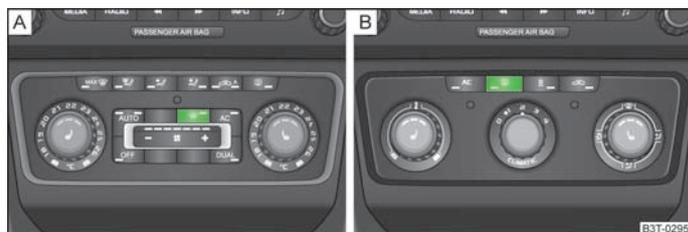

Fig. 45 Interruttore riscaldamento parabrezza / interruttore lunotto termico
- Il riscaldamento parabrezza si attiva/disattiva premendo l'interruttore  » fig. 45 - **A** la spia di controllo nell'interruttore si accenderà o si spegnerà.
- Il riscaldamento lunotto si attiva/disattiva premendo l'interruttore  » fig. 45 - **B** la spia di controllo nell'interruttore si accenderà o si spegnerà.